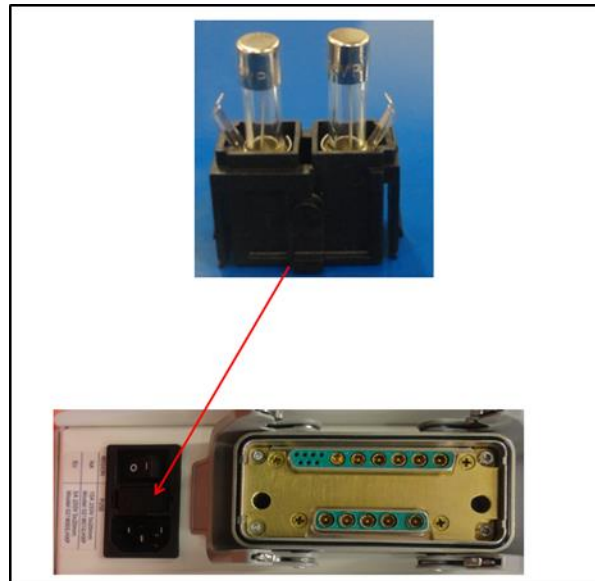

Figure 14 : Placement du tiroir à fusibles
1. Mettre hors tension les composants électroniques du système (SE).
5. Réinsérer le tiroir à fusibles dans le module d'entrée d'alimentation avec l'encoche sur le côté droit (Figure 14).